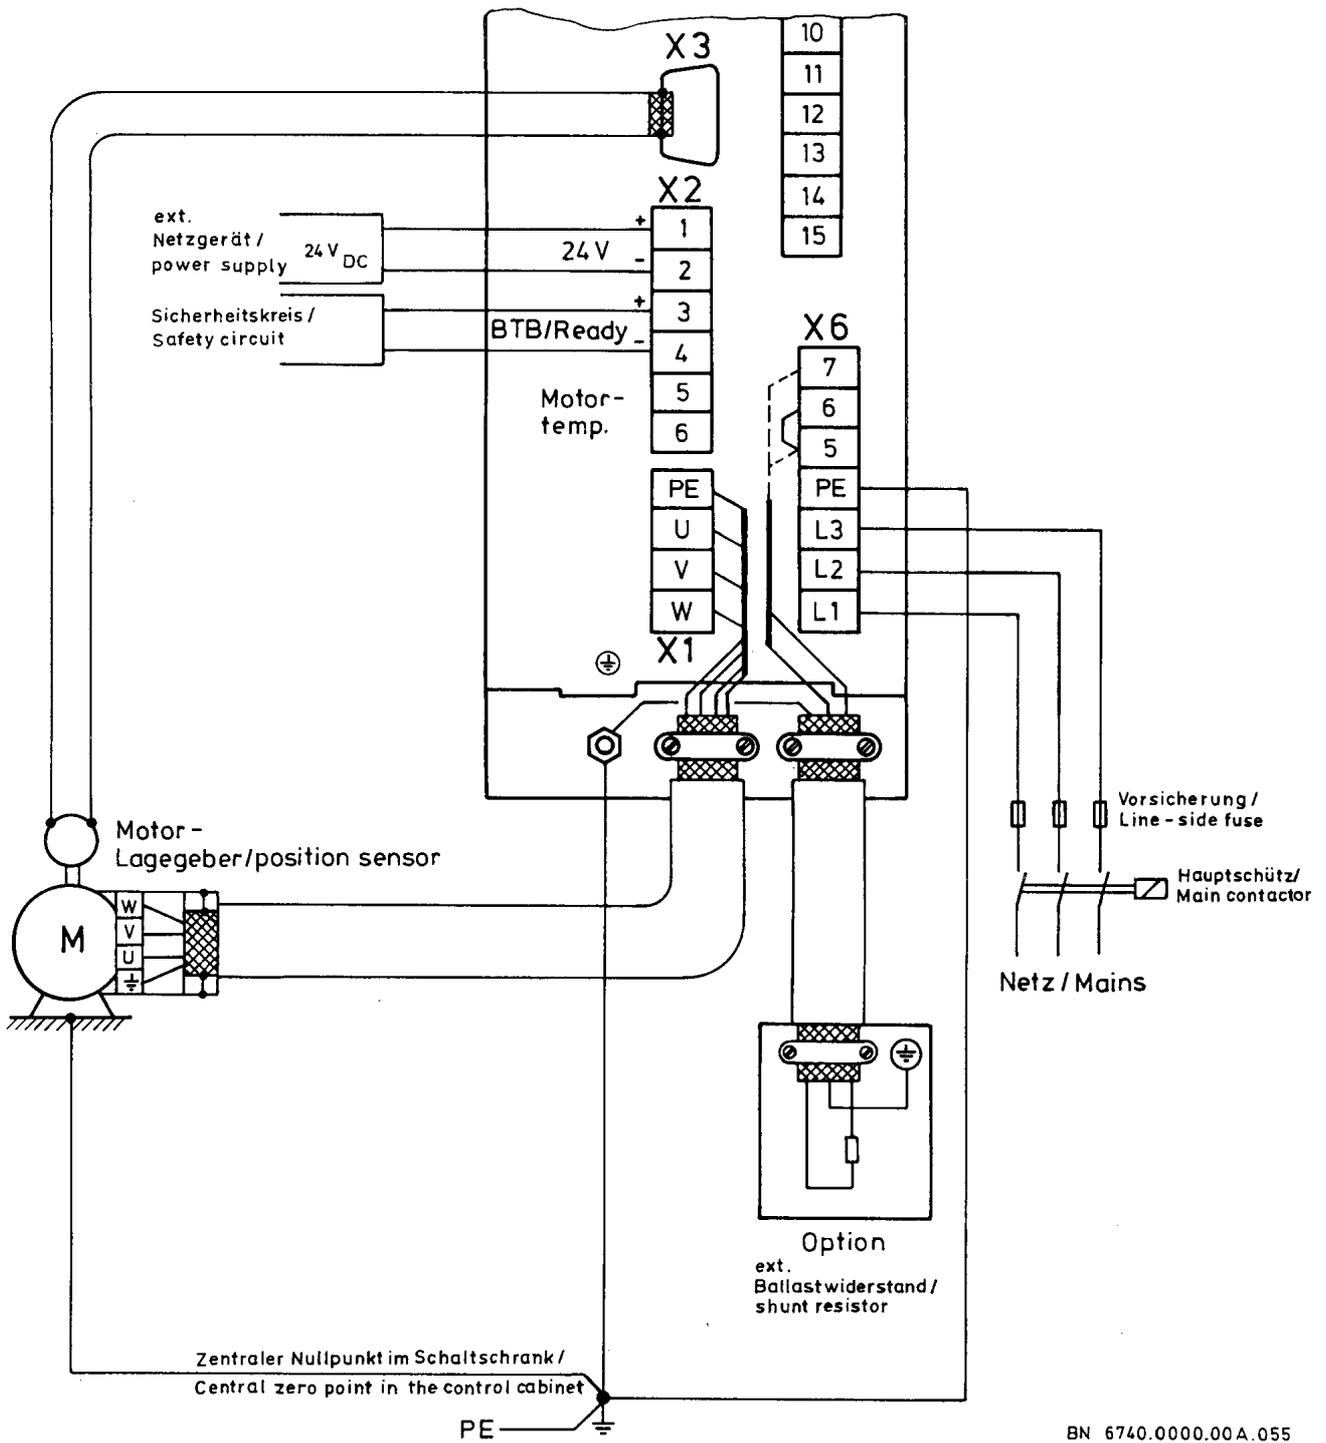

Bild 5: X1 bis X3 und X6, Anschlussvorschrift
Bild 5 zeigt die Anschlussvorschrift für die Verbinder X1 bis X3 und X6.
Potenzial-Ausgleichsleiter entspringen beim Zentralen Nullpunkt des Schaltschranks (siehe Bild 5, Seite 54). Sie
Der Netzanschluss erfolgt direkt am Servoverstärker über den Combicon-Verbinder X6 (siehe Bild 5, Seite 54).
Der Motor wird über ein 4-adriges abgeschirmtes Kabel am Combicon-Verbinder X1 angeschlossen (siehe Bild 5, Seite 54):
Die Steuerspannung +24 V DC zur Versorgung der Steuerung wird am Combicon-Verbinder X2 angeschlossen (siehe Bild 5, Seite 54).
- verbinden Sie die PE der Ballastwiderstandsleitung mit dem PE-Bolzen am Servoverstärker (siehe Bild 5, Seite 54).